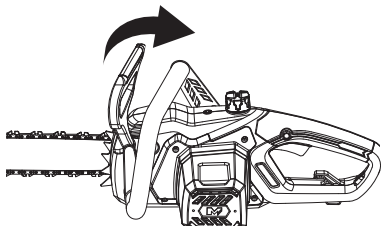
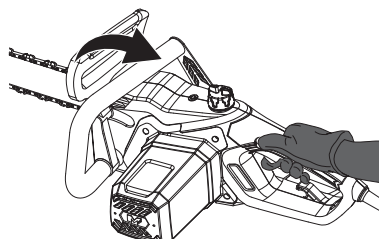

Fig. 16
Fig. 19
Poignée de frein [2] déverrouillée: l'appareil est prêt à l'emploi (Fig. 16).
1. Vérifiez que la poignée de frein [2] est bien désactivée. Désactivez la poignée de frein [2] en la tirant vers l'arrière, en direction de la poignée avant [1] (Fig. 16).
1. Vérifiez que la poignée de frein [2] est bien désactivée (voir Fig. 16 ci-dessus).
2. Saisissez l'appareil à deux mains, la main gauche sur la poignée avant [1] (pas sur la poignée de frein!) et la main droite sur la poignée arrière (12).
4. Enfoncez le bouton marche/arrêt [17] pour allumer l'appareil (Fig. 19).